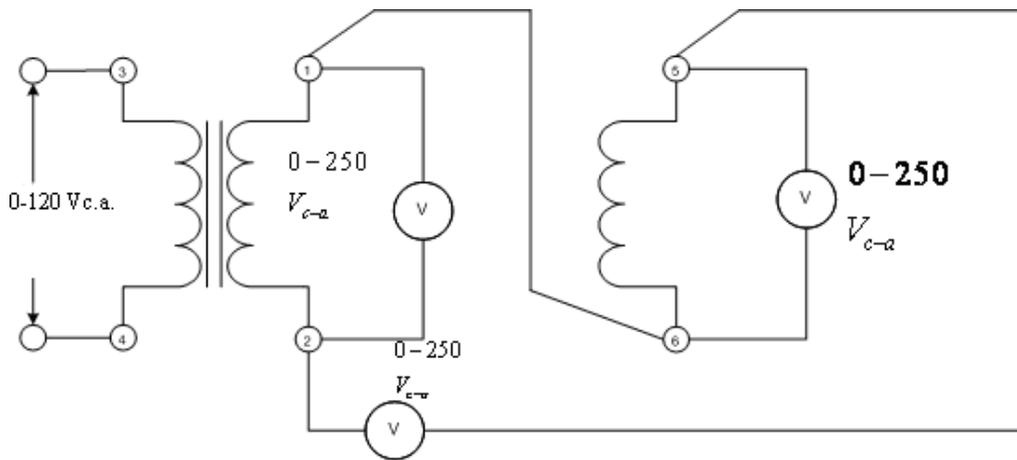

Figura 3
- e) Quite la conexión entre las terminales 1 y 5, Y luego conecte las terminales 1 y6, como se ilustra en la figura 3.